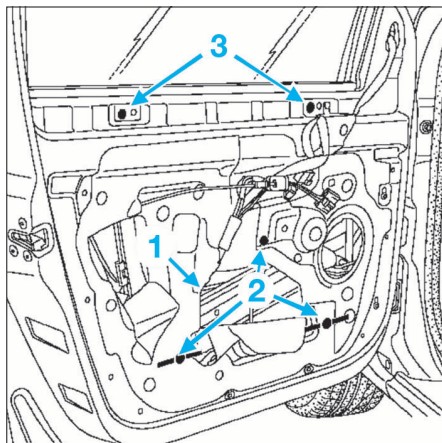

FIG. 72
- Déclipser le câble (1) de mécanisme de lève-vitre (uniquement sur version 3 portes) (Fig.72).